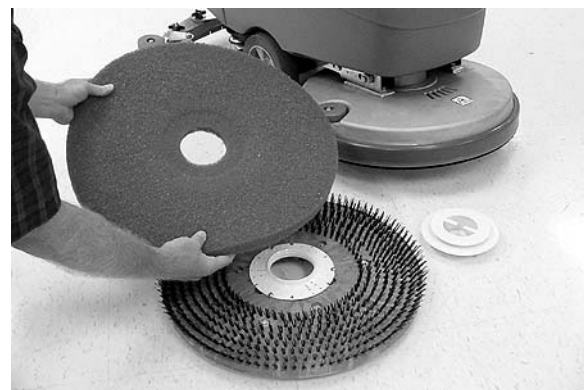

FIG. 40
5. Retirez et nettoyez le patin/la brosse. Retournez le patin ou remplacez-le en cas d'usure (Figure 40).